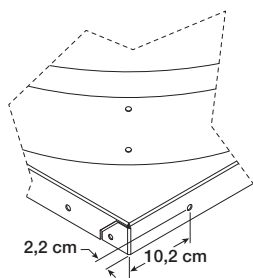

Figure 3
- Faire pivoter la charnière inférieure pour la placer parallèlement à la charnière supérieure et la tenir contre la costière. Marquer les deux (2) trous par côté pour le perçage.
7. Remettre les équerres inférieures parallèlement aux équerres supérieures et poser deux (2) vis à souder de 1/4 po-20 x 3/4 po et écrous de 1/4 po-20. Serrer à la main seulement.
9. Voir si la base de la tourelle comporte un trou poinçonné à l'usine de dimensions identiques ou proches de celles indiquées à la Figure 3. Si ce trou est présent, il peut servir pour la fixation supérieure du câble d'arrêt. Sinon, percer un trou de 8 mm dans la base de la tourelle aux dimensions indiquées à la Figure 3.